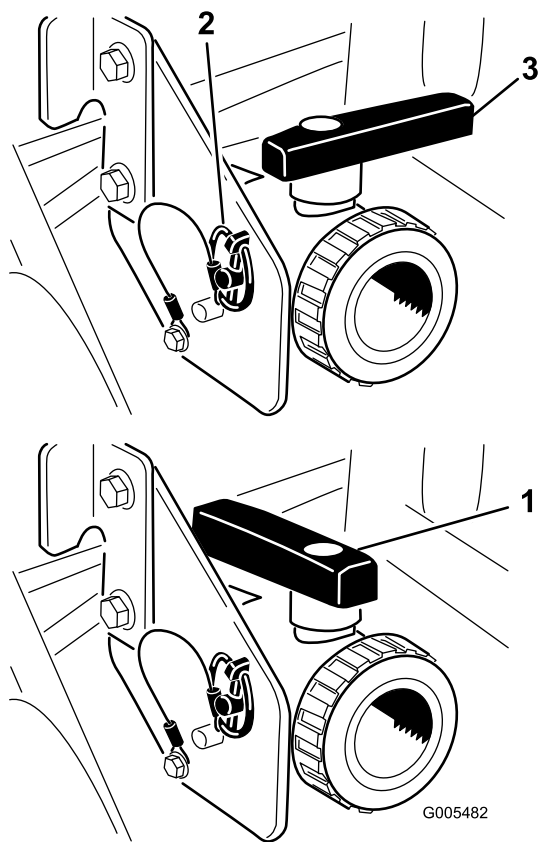

Figura 27
Abra a válvula para escoar do depósito qualquer material não usado e eliminá-lo de acordo com as normas locais e as instruções do fabricante (Figura 27). Depois de vazio, remova o pino de sujeição no suporte que segura a válvula de escoamento à máquina e deixa a válvula poisada no chão. Isto permite que escoar qualquer material residual da linha.
3. Quando o depósito estiver escoado na totalidade, instale a válvula na estrutura com o pino de sujeição removido previamente e feche a válvula de escoamento (Figura 27).